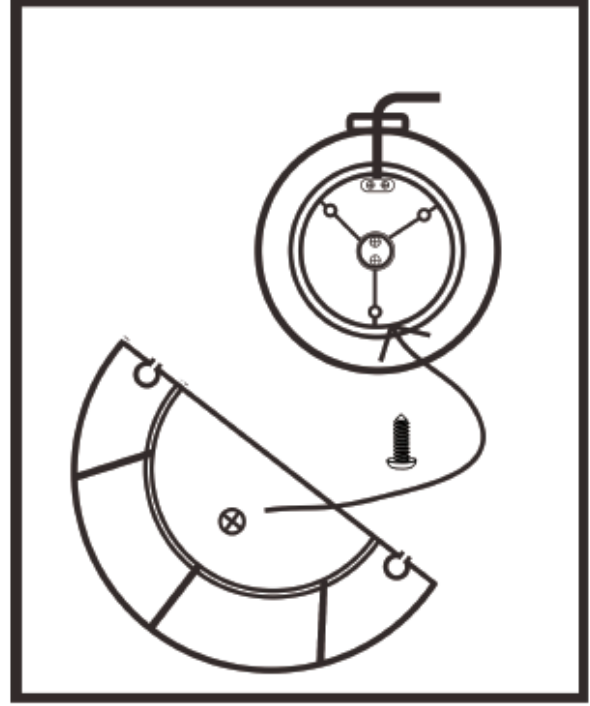

Fig. 4
- Bevestig de standaard (9) met de schroeven (10). Houd er rekening mee dat de schroeven voor de standaard zich al in de onderkant van het ventilatorlichaam bevinden. Schroef de schroeven los van de onderkant van de ventilator, zet de voet erop en installeer de schroeven. Draai de schroeven (10) vast met een geschikte schroevendraaier (zie fig. 4).